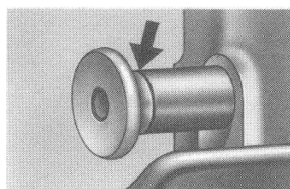

Fig2.
Bruk fortrinnsvis kile for å regulere høyde. Trekk ut sikringsknappen (se fig 2) og beveg samtidig spaken i pilens retning.
- Fig 2 viser sikringsknappens sikre stilling etter sammenkopling.